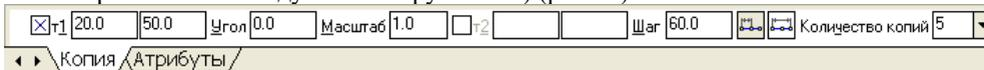

Рис. 17.
14. На запрос **Укажите базовую точку выделенных объектов или введите ее координаты** указать центр окружности (рис.17).
15. Задать параметры команды (количество окружностей и расстояние между осями окружности) (рис. 17)